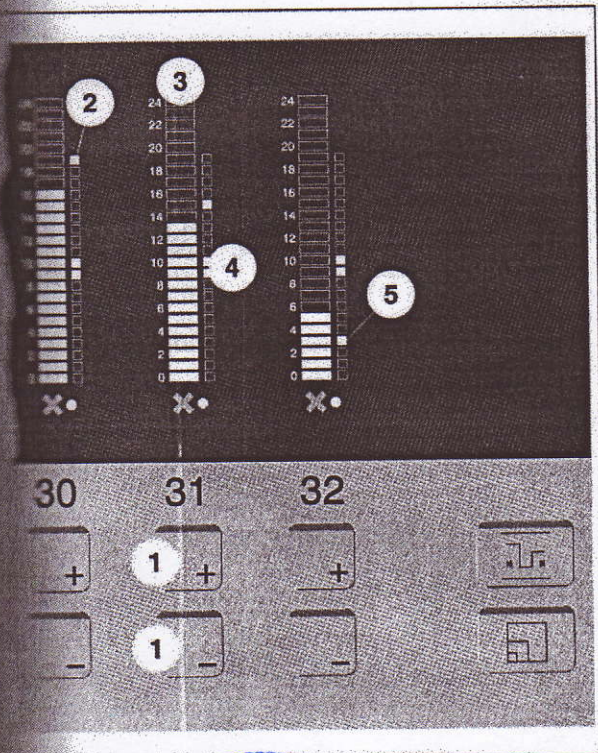

Рис. 75
- 4 С помощью клавиш +/- задания красочных зон (Рис. 75/1) откорректировать подачу краски в соответствующих красочных зонах.
Рекомендации слежения или отклонения высвечиваются в виде светящихся светодиодов на тонкой индикации (Рис. 75/5). Если отклонение больше диапазона индикации, то мигают верхний и нижний светодиоды тонкой индикации (Рис. 75/2). Столбцовая индикация (Рис. 75/3) символизирует настройку цилиндра дозирования краски. "Нулевая линия" коррекции представляется 11-м и 12-м светодиодами тонкой индикации (Рис. 75/4).